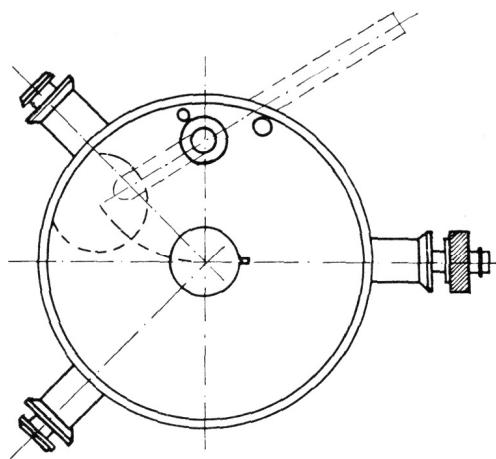
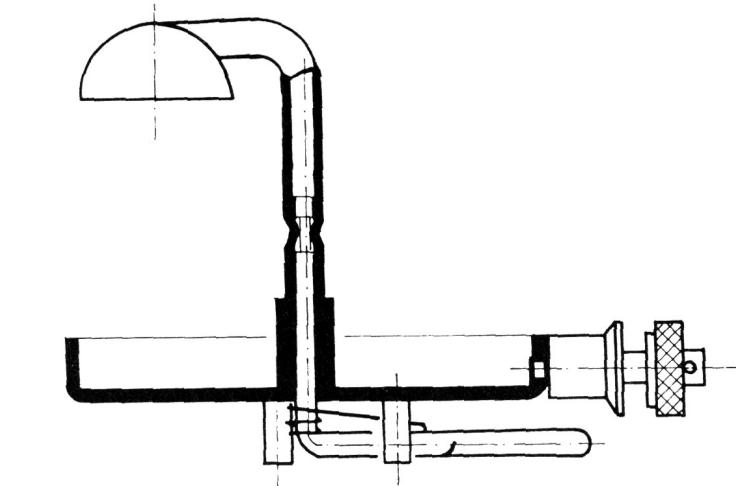

Fig 12
Fig 13
25. **Der Vorwärmsteller** (Fig 12) ist am Brennerarm fest montiert und dient zum Vorwärmen des Brennerelementes beim Anzünden.
L'assiette de préchauffage (Fig 12) est fixée à la conduite des brûleurs. Elle sert au préchauffage de l'élément du brûleur lors de l'allumage.
Il piattello di preriscaldamento (Fig 12) è fissato sul braccio del bruciatore. Esso serve a preriscaldare la testa del bruciatore al momento dell'accensione.
26. **Der Strahlablenker** (Fig 13) dient zum Ableiten des Benzinstrahls aus der Düse in den Vorwärmsteller (Fig 12).
Le déviateur du jet (Fig 13) sert à dévier le jet de carburant sortant du gicleur dans l'assiette de préchauffage (Fig 12).
I deviatori (Fig 13) servono a deviare il getto di benzina che esce dall'iniettore nel piattello di preriscaldamento (Fig 12).